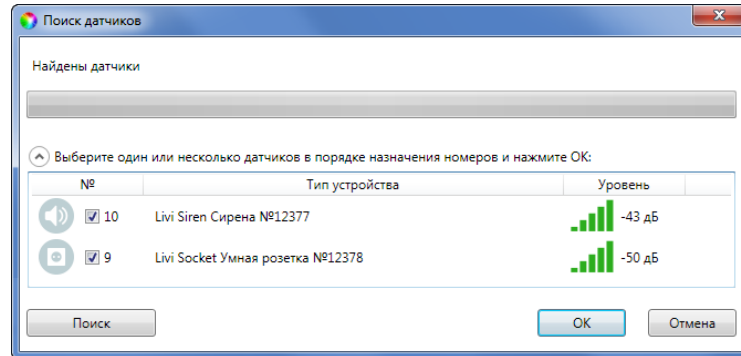

Рисунок 7.44 – Поиск радиоустройства
4. В следующем окне (см. рисунок 7.44) будет отображен список устройств, доступных для связывания в радиусе действия радиоканала. Если подключаемого устройства нет в списке, то его следует повторно перевести в режим связывания (любое устройство серии Livi находится в режиме связывания ровно 60 секунд).